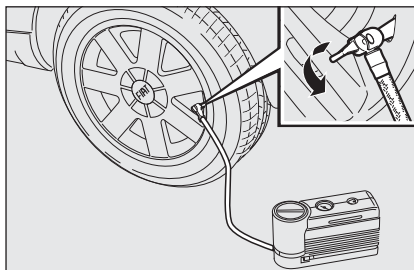
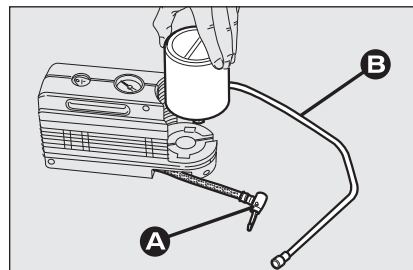

fig. 7
fig. 8
Le compresseur peut être utilisé uniquement pour le rétablissement de la pression. Dégager la greffe **A-fig. 8** de la bombe et connecter directement à la valve du pneu **fig. 7**; la bombe sera ainsi connectée au compresseur et le liquide pour sceller ne sera pas injecté.
- déconnecter la greffe **A-fig. 8**;